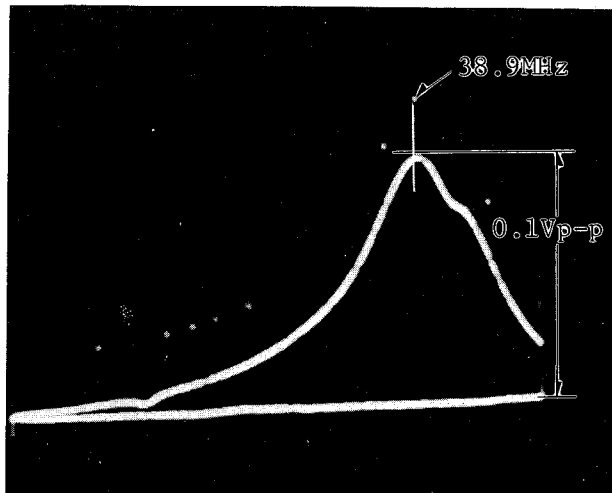

Fig. 4
6. Den Wobblerausgang so einstellen, daß die Kurve (Fig. 4) 0,1 Vss erreicht.
7. Mit T 705 bei der 38,9 MHz Markierung auf Maximum abgleichen (lt. Fig. 4).
7. Adjust T 705 so that the marker position of 38.9 MHz becomes maximum as shown in Fig. 4.